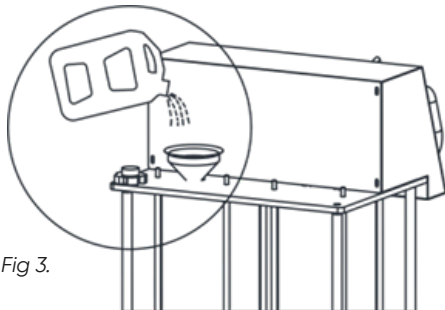

Fig 3.
2. Informationen zu den Spezifikationen und der Menge des Frostschutzmittels finden Sie im Handbuch Ihres Fahrzeugs. Öffnen Sie den Deckel des neuen Tanks an der Rückseite des Geräts, geben Sie Frostschutzmittel in der entsprechenden Menge (max. 12 l) über einen Trichter ein und ziehen Sie den Tankdeckel fest, um ihn zu verschließen (Abb. 3).